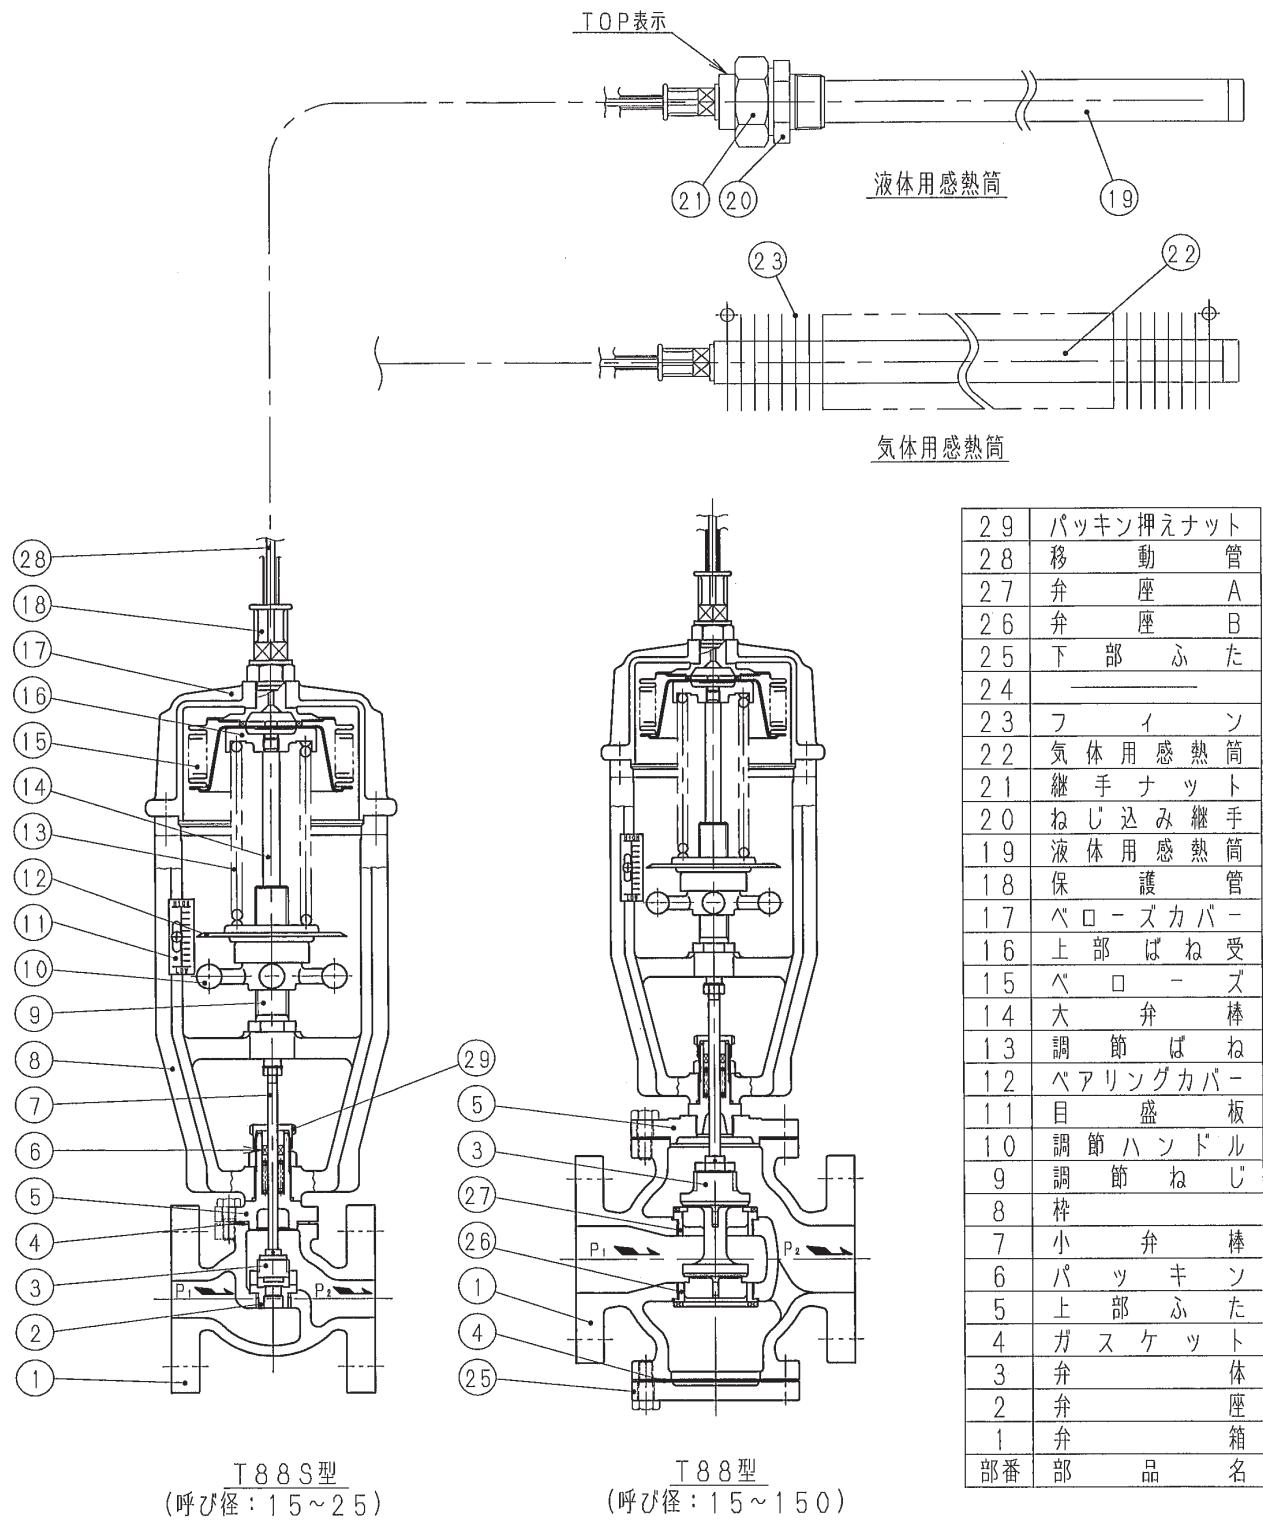

図1 構造図(標準用)
- 2.1 図1を参考願います。ベローズ(15)、感熱筒(19)・(22)及び移動管(28)の中には、温度に鋭敏な薬液が封入されております。